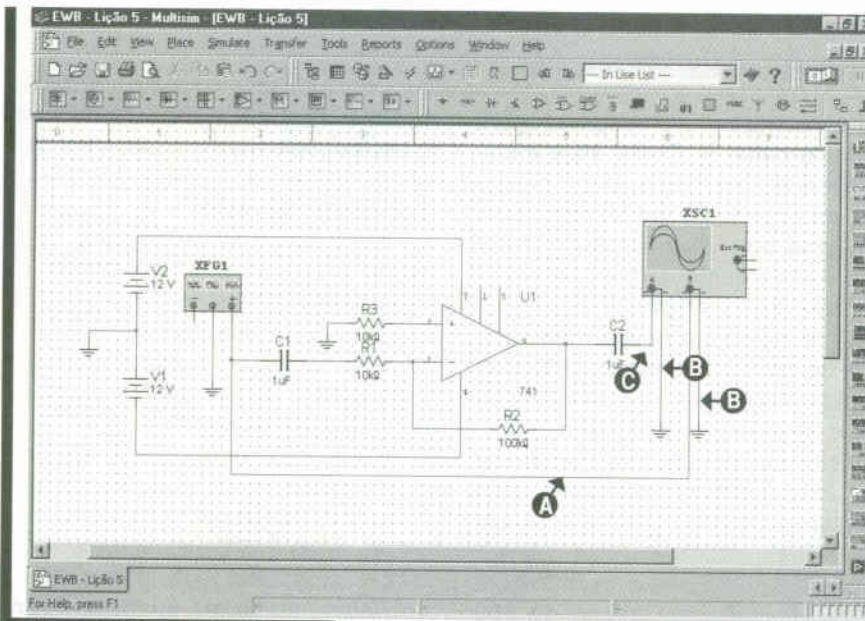

Figura 6 - Ligando o outro canal
O passo seguinte consiste em ligarmos ao canal B a entrada do circuito para podermos comparar o sinal de entrada com o sinal de saída. Na figura 6 indicamos como isso pode ser feito. Essa ligação é feita em (A), conforme mostra a mesma figura, não devendo esquecer também o leitor de manter os dois terras como em (B). Veja que em (C) já temos a ligação da saída do circuito.